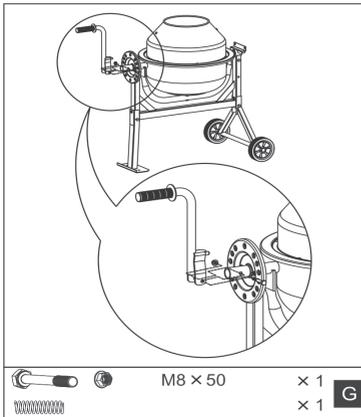

Fig.11
- Placez le ressort à l'extrémité ouverte du levier pivotant. Une personne pousse le levier pivotant avec ressort sur l'arbre jusqu'à ce que les trous de connexion soient visibles, une autre personne pousse la vis correspondante à travers le levier pivotant et l'arbre. Fixer la vis (G), Fig. 11.